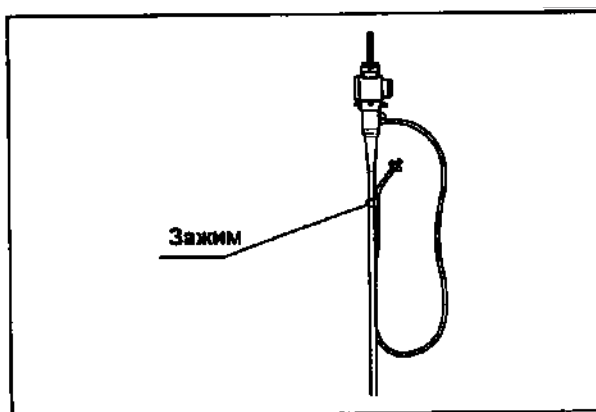

Рисунок 4.5.
2. При переносе эндоскопа с дополнительной трубкой для воды, подсоединенной к дополнительному впускному отверстию для воды, вставьте в зажим дополнительной трубки для воды универсальный шнур (только для эндоскопов с дополнительной подачей воды, см. Рисунок 4.5.).